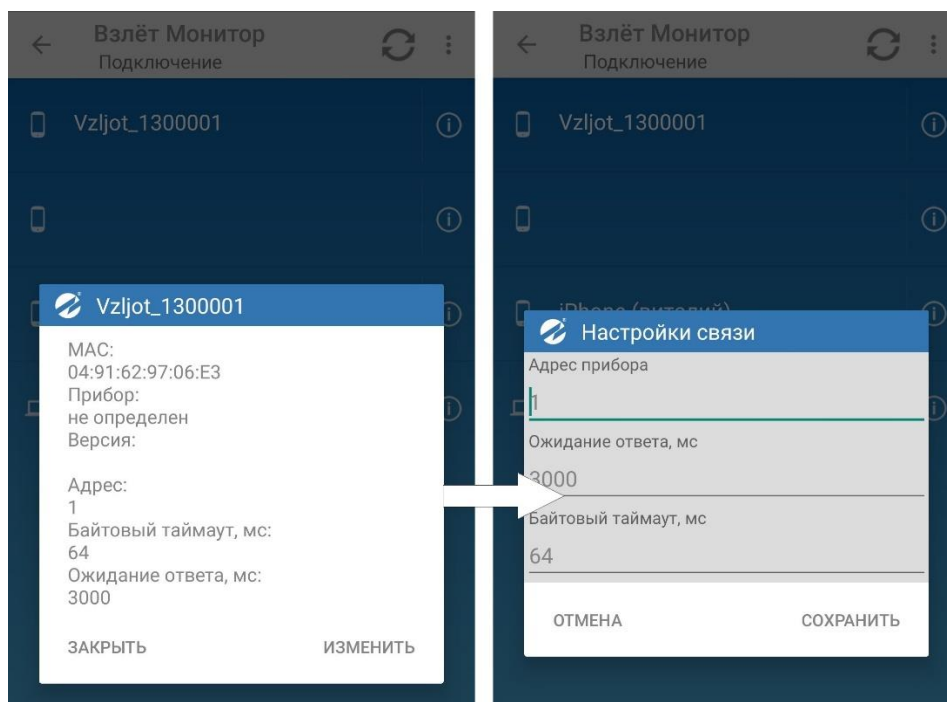

Рис.21. Настройки связи с прибором.
3.3.4. Для просмотра и/или настройки параметров связи с прибором необходимо коснуться кнопки  в строке соответствующего прибора. В появившемся диалоговом окне для редактирования параметров связи нажмите кнопку **ИЗМЕНИТЬ**, затем кнопку **СОХРАНИТЬ** (рис.21).